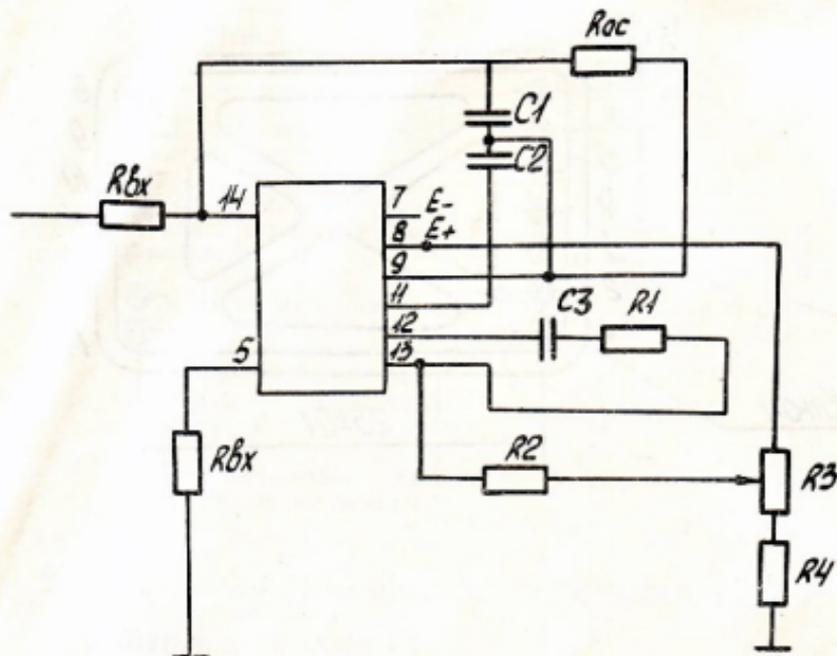

Рис. 2. Схема включения микросхем:
4. 1. Схема включения микросхем приведена на рис. 2.